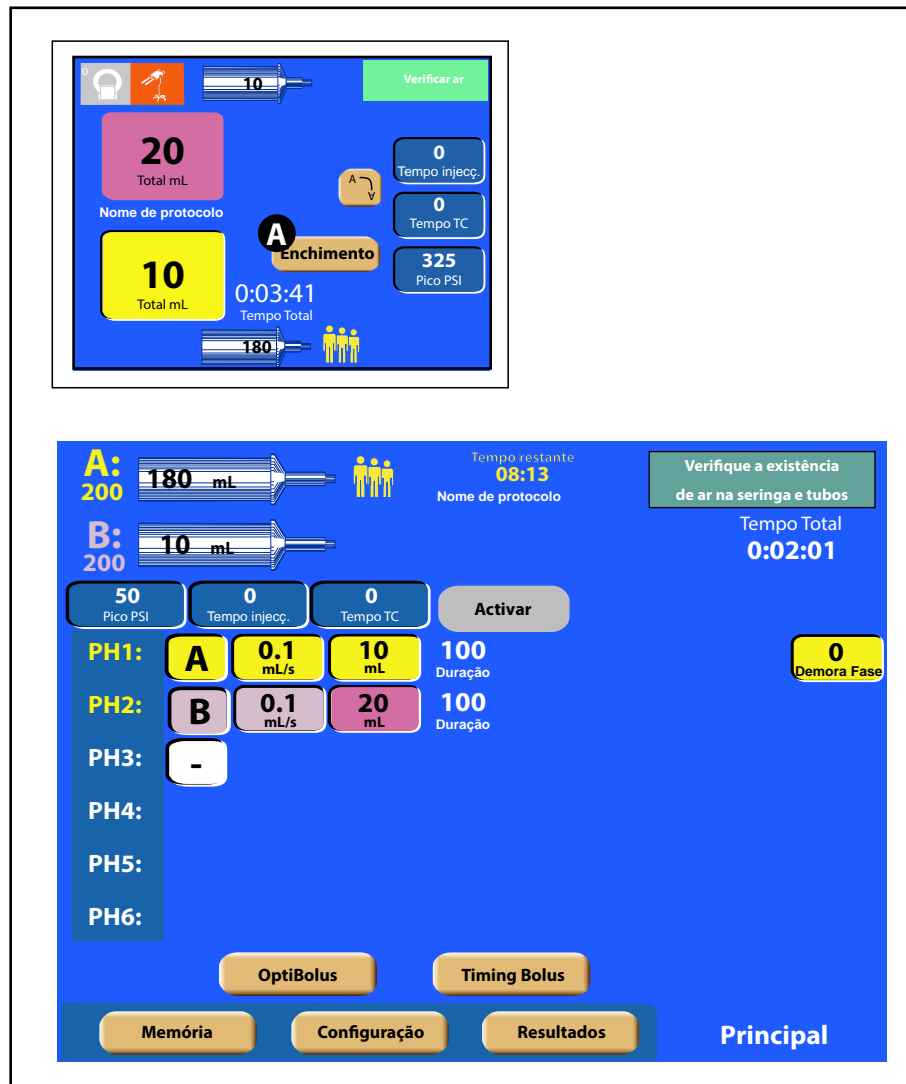

Figura 4-14-4 Tecla [Ativar] inativa na tela Principal/tecla [Enchimento automático] ativa na tela Principal da cabeça motorizada
Ao selecionar a tecla [Mesmo paciente], se houver volume inadequado em uma ou em ambas as seringas (conforme indicado pela respectiva tecla de volume que pisca na cor rosa), a tecla [Enchimento automático] **A** ficará ativa na tela Principal da cabeça motorizada, conforme mostrado na Figura 4-14-4.
Selecione a tecla [Enchimento automático] **A** na Figura 4-14-4) para exibir a tela Enchimento automático. Consulte a seção 4.14.5 *Usar o recurso de enchimento automático no modo Multipaciente* para obter os próximos passos.
***Selecionar a tecla [Enchimento automático] na tela Principal da cabeça motorizada*** — Na tela Principal, a tecla [Enchimento automático] (A) na Figura 4-14-4) está disponível para exibir a tela Enchimento automático. Substitua a linha de infusão e, antes de conectá-la ao paciente, selecione a tecla [Enchimento automático]. Consulte a seção 4.14.5 *Usar o recurso de enchimento automático no modo Multipaciente* para obter os próximos passos.